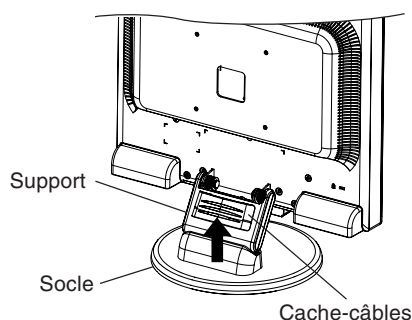

Figure A.4
3. Retirez le cache-câbles (**Figure A.4**).